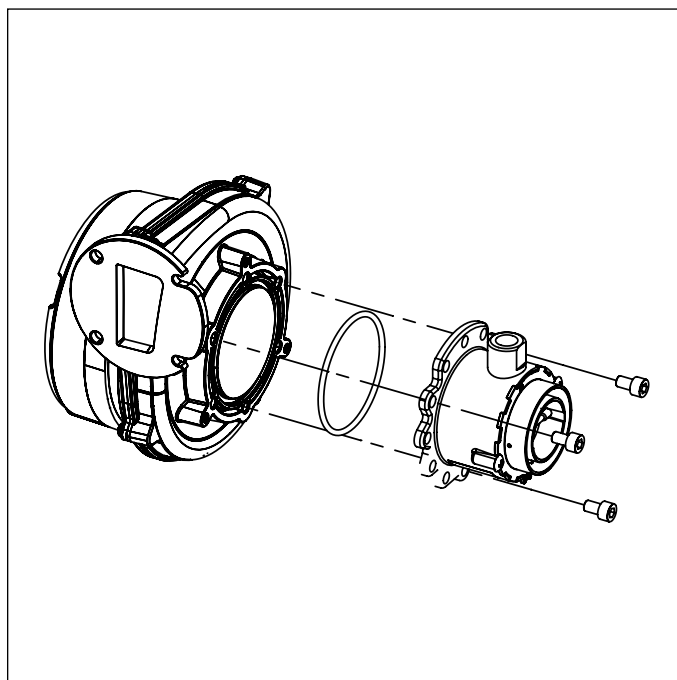

Fig. 42 Amestecător
- Înlăturați amestecătorul desfăcând cele trei șuruburi tip imbus (vezi Fig. 42 Amestecător).